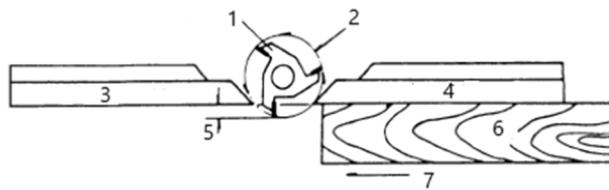

Figura 1
1. Na maioria dos trabalhos, em que uma parte da borda do trabalho não é tocada pelo cortador, tanto as guias dianteiras quanto traseiras ficam em linha reta, conforme mostrado na figura 1.